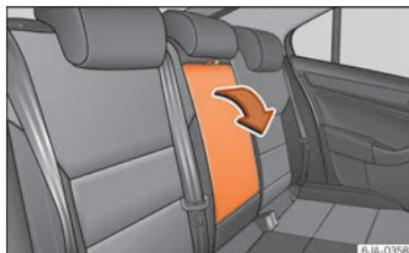

Fig. 145 Sedili posteriori: bracciolo.
- Per una maggiore comodità è possibile abbattere il bracciolo utilizzando l'impugnatura »» **fig. 145**.